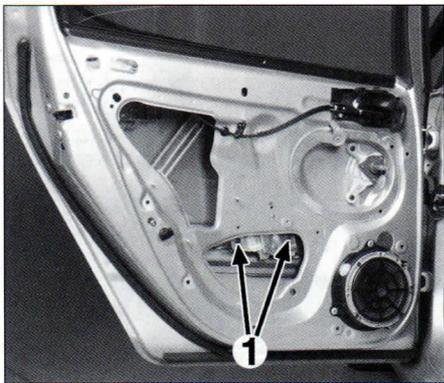

FIG. 33
- Abrir la puerta. Bajar la luna al máximo. Desmontar el guarnecido de puerta del. Desmontar la junta de burlete exterior e interior de luna. Despegar la hoja de estanqueidad. Subir la luna al máximo. Aflojar, sin desmontarlas, las fijaciones de la guía de luna (parte trasera). Subir la luna hasta que se vean las fijaciones (1) (fig. 33). Desmontar las fijaciones (1). Separar la luna del mecanismo y sacarla hacia arriba por el exterior de la puerta.